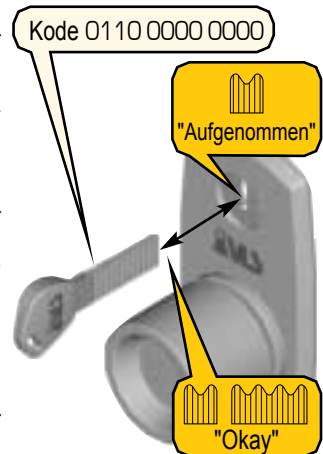

Abbildung 25 - Nullsetzen von Speicherzellen
2. Wählen Sie den Code für Arbeitsgang "Nullsetzen von Betriebscodes" 0110 0000 0000 (Abb. 25) auf dem Schlüssel.